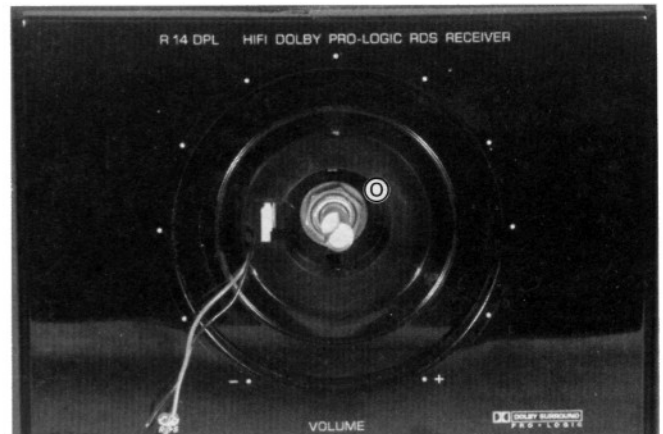

Fig. 9
- Lautstärkeknopf abziehen und darunter befindliche Mutter © lösen (Fig. 9).
- Pull off volume knob and disengage the nut © (Fig. 9).